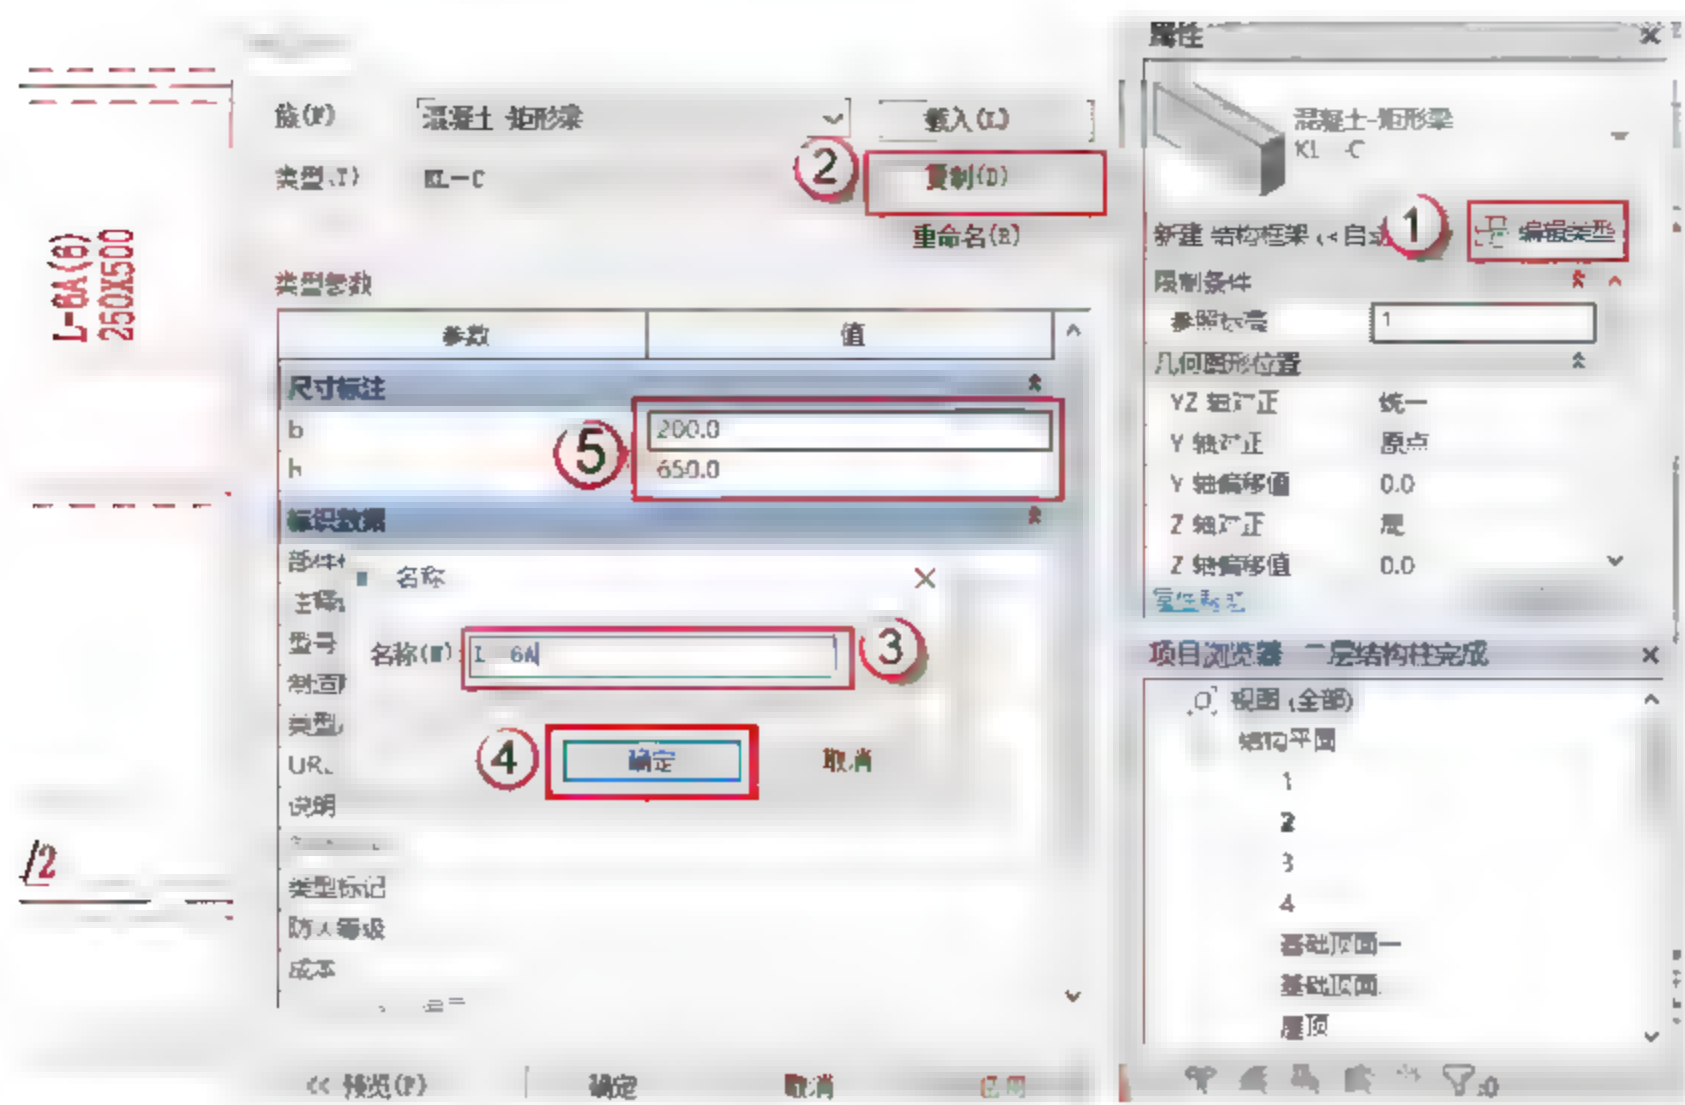

图 4.2.95 设置 L-6A 参数
(20) 设置矩形梁 L-6A 参数, 按快捷键 **B+M**, 出现绘制的界面, 单击“编辑类型”按钮, 在弹出的对话框中单击“复制”按钮, 再在弹出的对话框中命名新的族 L-6A, 单击“确定”按钮。在“尺寸标注”栏设置参数, 如图 4.2.95 所示。